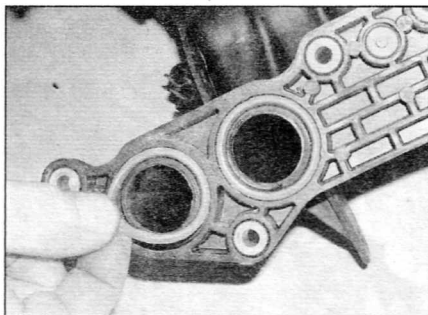

Рис. 14.10. Перед установкой надлежащим образом установите на коллектор новые уплотнительные кольца
- а) Очистите и высушите сопрягаемые поверхности коллектора и головки цилиндров, затем установите новые уплотнения в соответствующие канавки в коллекторе (рис. 14.10). Установите коллектор и затяните соответствующие гайки предписанным усилием.